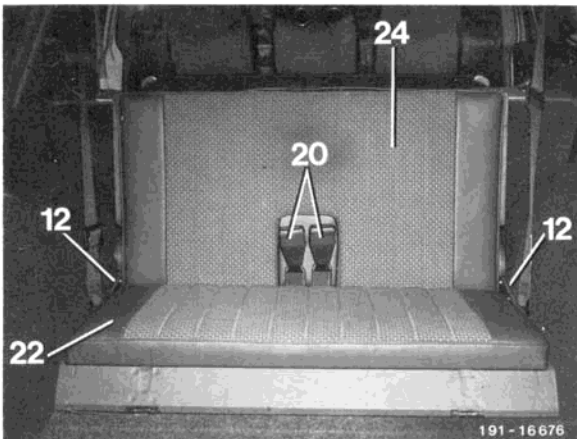

Bild 28
40 Lehne vom Klappsitz hochklappen (Bild 28) und in Halteplatte einrasten.
41 Gurtschlösser mit den Gummibändern an der Lehne befestigen (Bild 28).
43 Schrauben der Lager (12) festziehen (Bild 28).